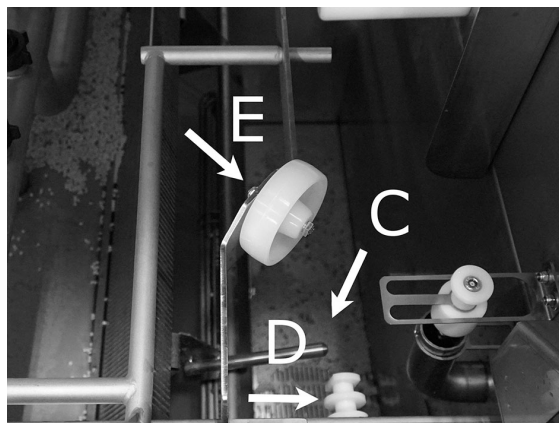

Bild 38 Bottenfilter, nivåvakt och rullar
Se Bild 38 Bottenfilter, nivåvakt och rullar
- 11 Torka av nivåvakten (D) med en ren trasa.
- Se Bild 38 Bottenfilter, nivåvakt och rullar
- 12 Kontrollera att stödrullarna (E) för korghjulet kan rotera fritt.
- 13 Silen (A) för diskpumpen i botten på disktanken måste rengöras varje dag. Ta tag om vredet (B) och dra det uppåt och neråt några gånger. Spola av filtret utvändigt och borsta bort eventuella matrester.